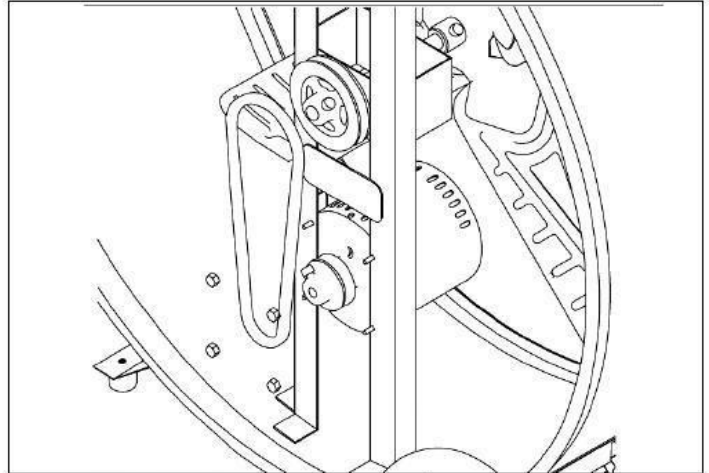

Figure 3: Adjusting Fan Belt
3. Zdejmij pasek, aby go wymienić lub wyreguluj silnik, aby napiąć pasek (Rysunek 3)